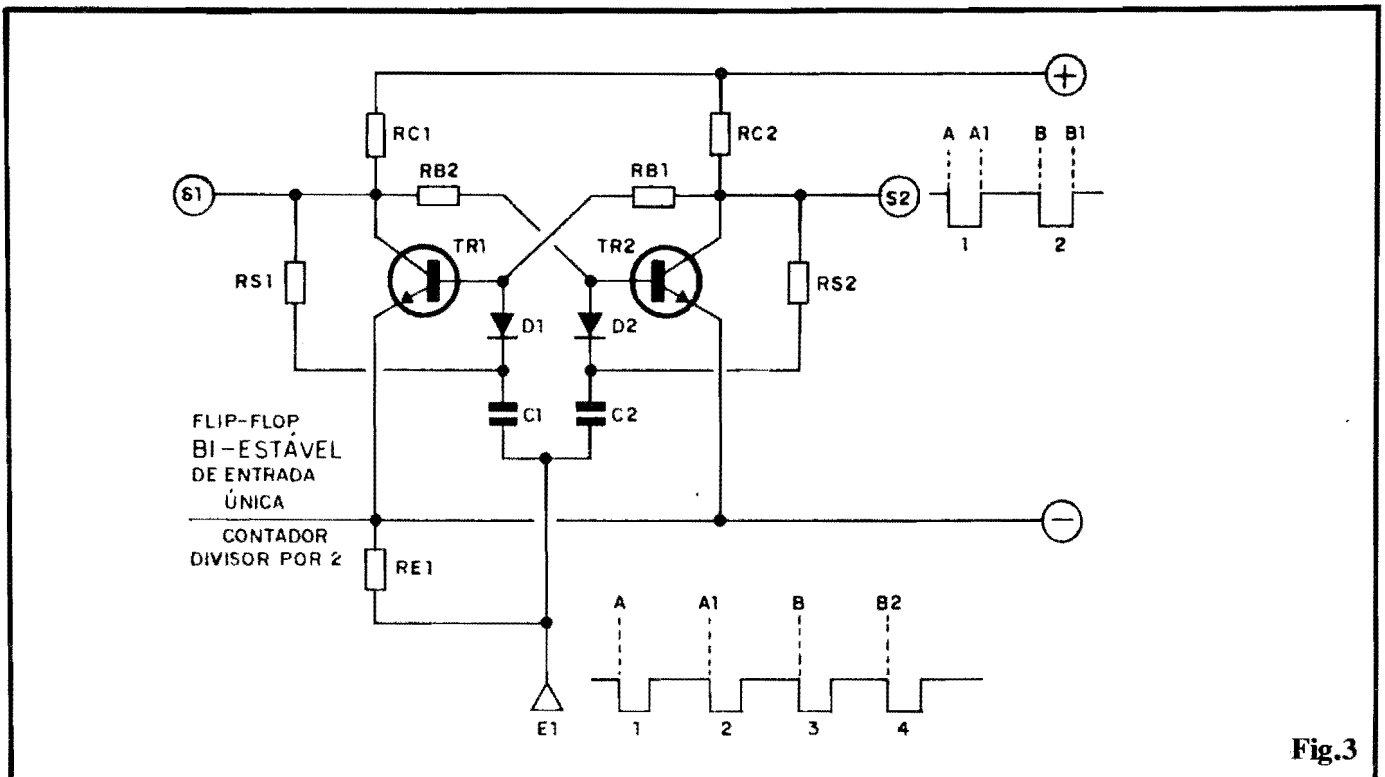

Fig.3
- FIG. 3 - FLIP-FLOP BI-ESTÁVEL DE ENTRADA ÚNICA - A célula básica de memória eletrônica, diagramada na figura anterior, tem seus usos práticos nos circuitos digitais, e com várias vantagens ou facilidades... Por exemplo, podemos (fig. 2) usar a Entrada E1 para "colocar" na memória o dígito que desejamos "guardar", e a Entrada E2 para "apagar" da memória o tal dígito (ou vice-versa...). Entretanto, visando a aplicação e a simplificação em algumas outras funções, os projetistas desenvolveram uma estrutura de BI-ESTÁVEL dotada de Entrada única, conforme vemos no diagrama da fig. 3... A presença dos diodos D1 e D2, capacitores C1 e C2 e mais alguns resistores extras, permite que, a partir de pulsos negativos (ou "baixos", ou "0") aplicados à Entrada única E1, se invertam os estados estáveis prévios, presentes nas Saídas S1 e S2... Supondo, por exemplo (consideremos, para o caso, apenas a Saída S2...) que a Saída se encontrava esta-